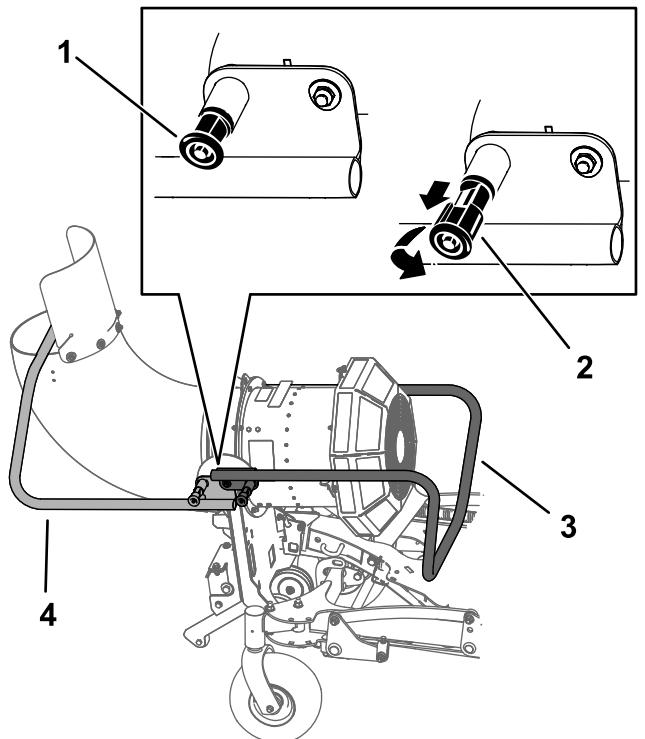

Figure 16
4. Sortez les goupilles de verrouillage de la béquille de chaque côté de la machine, tournez-les de 90 degrés pour les désengager et faites pivoter la béquille à l'opposé de la machine (Figure 16).